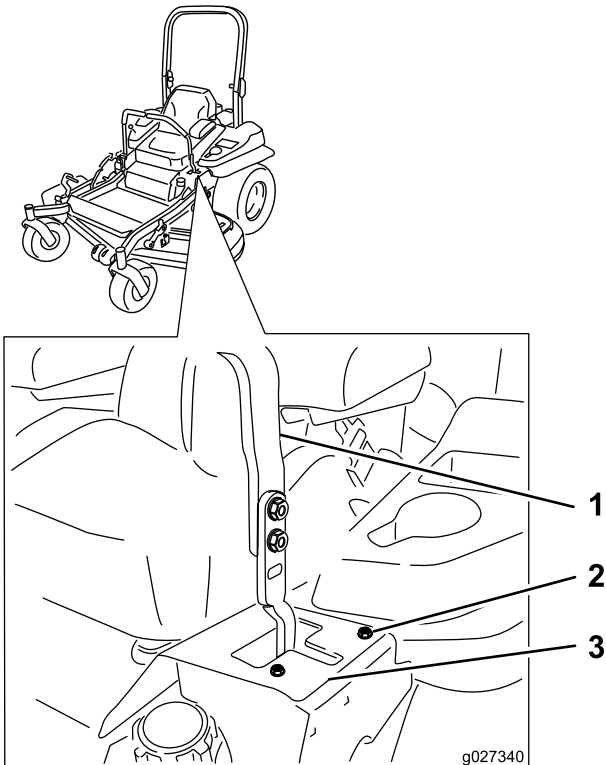

Figure 58
6. Si la machine se déporte à droite, desserrez les boulons et déplacez la plaque de butée gauche en arrière sur la fente en T gauche, jusqu'à ce qu'elle se déplace en ligne droite (Figure 58).
7. Si la machine se déporte à gauche, desserrez les boulons et déplacez la plaque de butée droite en arrière sur la fente en T droite, jusqu'à ce qu'elle se déplace en ligne droite (Figure 58).
8. Serrez les boulons de la plaque (Figure 58).